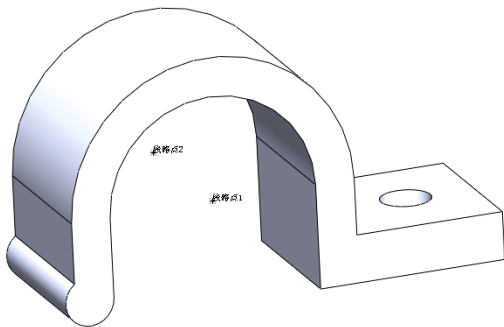

图 17-31 添加线路点
(4) 采用同样的方式添加第二个线路点,结果如图 17-31 所示。